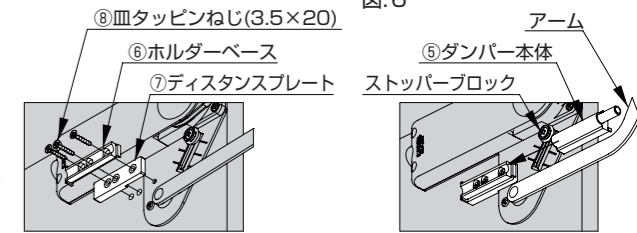

図7
- (1) ⑦ディスタンスプレート及び、⑥ホルダーベースを、付属の⑧取付ねじ(3.5×20)で取り付けます(図7)。